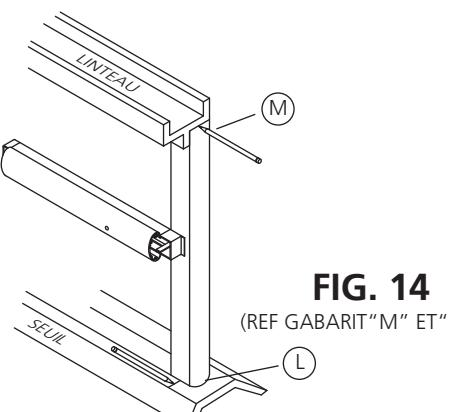

FIG. 14
1. La porte étant montée sur le cadre (Fig. 14), marquez la ligne centrale verticale de l'écart sur le seuil et sur le linteau (voir fig. 2 et 3 de la feuille 1).